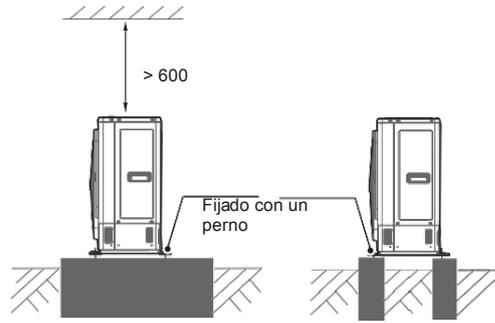

Figura 11-1
- Realice la cimentación de concreto de acuerdo con las especificaciones de las unidades exteriores. (consulte la Figura 11-1)
- Sujete firmemente los pies de esta unidad con pernos para evitar que se derrumbe en caso de terremoto o viento fuerte. (consulte la Figura 11-1)